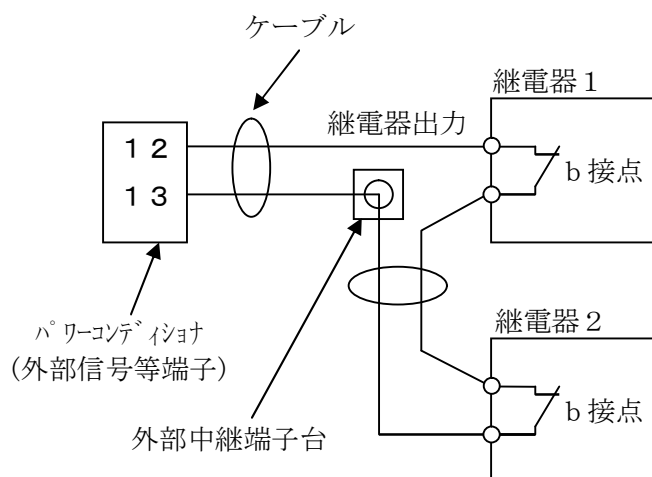

図10.4 外部継電器等の配線方法（b接点出力の継電器2台の例）
- ・外部に継電器等（OVGR等）を使用する場合は、パワーコンディショナの外部制御端子（12-13）を短絡している配線（出荷時端子台に実装済み）を外し、継電器等の出力をパワーコンディショナの制御信号等端子の外部制御端子（12-13）に接続してください。また、複数の継電器等を使用する場合は接点を直列に接続してください（図10.4参照）。